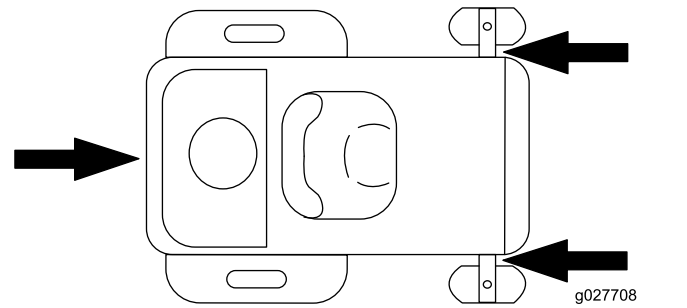

Figure 33
6. Arrimez la machine près des roues pivotantes avant et du pare-chocs arrière à l'aide de sangles, chaînes, câbles ou cordes (Figure 33). Référez-vous aux ordonnances locales pour connaître les exigences en termes d'arrimage.